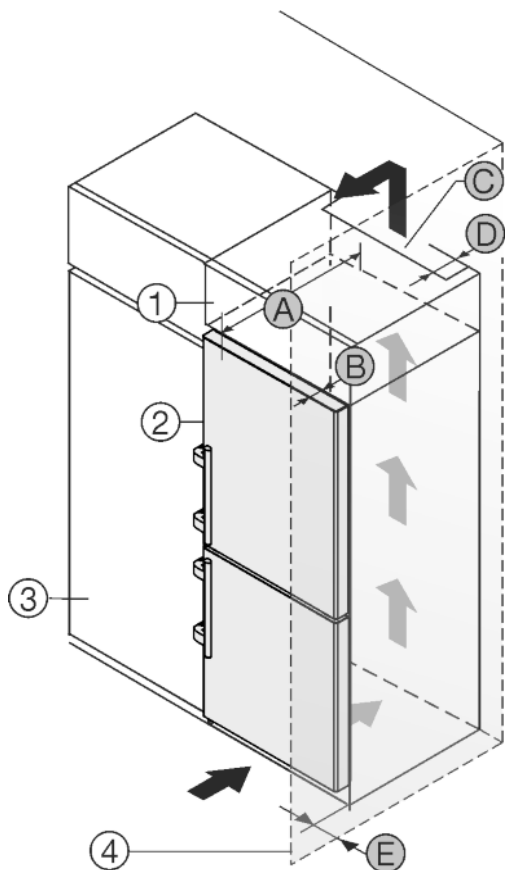

Fig. 50
Пристрій можна комбінувати з кухонними шафами. Для того, щоб пристрій Fig. 50 (2) вирівняти по висоті кухонної секції, на пристрій можна встановити антресольну секцію Fig. 50 (1).
Пристрій можна встановлювати безпосередньо поряд з кухонною шафою Fig. 50 (3). Для повного відкриття дверей пристрій повинен виступати на глибину Fig. 50 (B) відносно передньої панелі кухонної шафи. Залежно від глибини кухонних шаф та використання пристінних розпірок пристрій можна встановити так, щоб він виступав вперед.
- Задня сторона антресольної шафи повинна мати вентиляційний канал глибиною Fig. 50 (D) вздовж всієї ширини шафи.
- Під стелею приміщення слід дотримуватися поперечного перерізу вентиляційного відведення повітря Fig. 50 (C).
Якщо пристрій з шарнірами встановлюється поряд зі стінкою Fig. 50 (4), то між пристроєм та стінкою слід дотримуватися відстані Fig. 50 (E). Це відповідає виступу ручки при відкритих дверцятах.